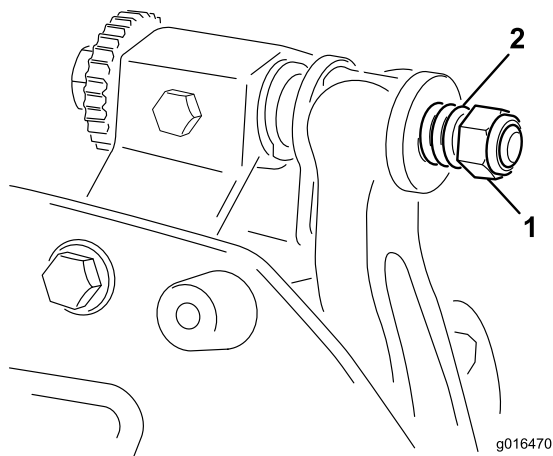

Figure 16
6. Serrez l'écrou de tension du ressort jusqu'à ce que les spires soient jointives, puis desserrez-le de 1/2 tour (Figure 16).